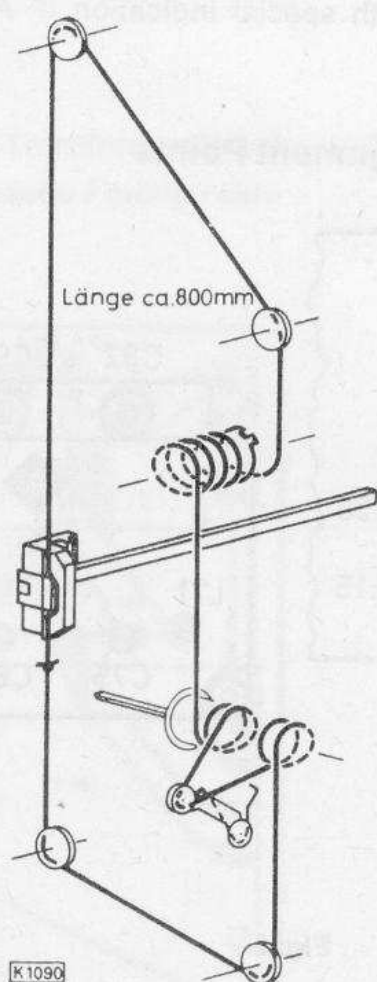

Fig. 3
- 7.2 Skalenseil (Länge ca. 0,8 m) nach Fig. 3 auflegen.
- 7.2 Place drive cable as shown in fig. 3 (length approx. 32").